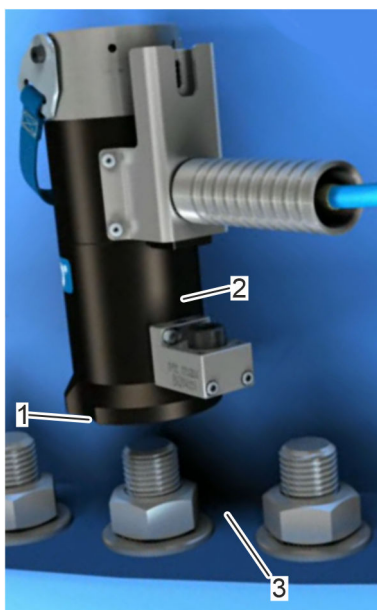

Рис. 24: Опираие
1. ➔ Очистить поверхность прилегания (Рис. 24/3) и винт.
2. ➔ Установить гидравлический ключ. Убедиться, что поверхность прилегания (Рис. 24/3) располагается перпендикулярно оси винта.
2. ➤ Очистить поверхность прилегания (Рис. 24/3) и винт.